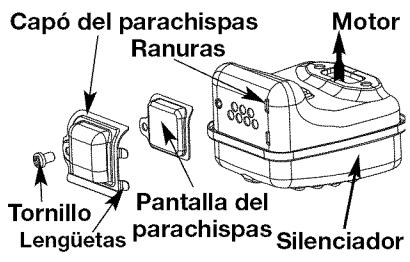

Fig. 18
2. Localice el silenciador, pero no lo quite. Busque el tornillo en la parte inferior del silenciador (Fig. 18). Quite **Capó del parachispas Ranuras** el tornillo usando una llave torx No. 20 o un destornillador plano.